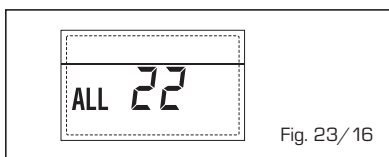

Fig. 23/16
- **DELIVERY PROBE BREAKDOWN ANOMALY SECOND MIXED ZONE "ALL 23" (fig. 23/17)**